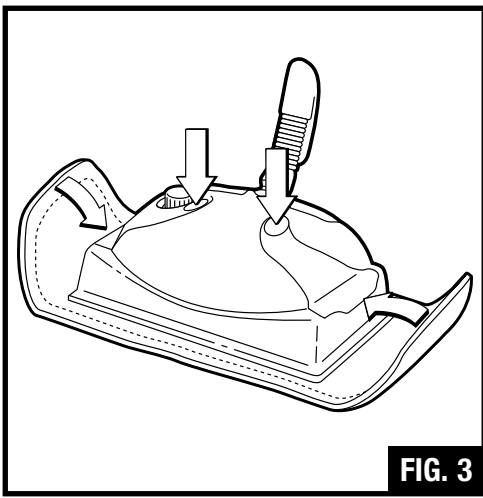
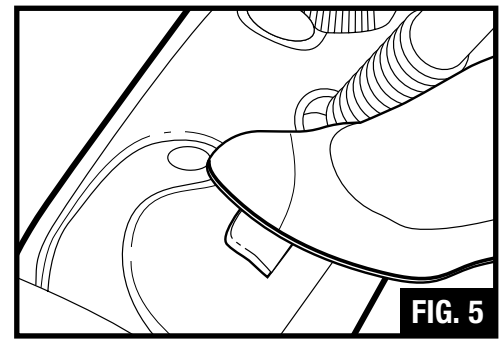

FIG. 3
FIG. 5
- Rest the base of the floor steamer on its floorcloth as supplied, making sure that the edges are secured over the base (Fig. 3). Then tuck both ends of the floor cloth under the cloth clips. Do not use without a floorcloth in place.
- Unscrew the safety cap (D), insert funnel (J) and pour 2 measures of water using the measuring cup (I) (total 12 oz.) into the tank, then screw the safety cap back on.
- Place the floor steamer on its preheating/cool down tray then press on/off switch and wait for about 3-4 minutes (Fig. 5). The green light comes on when the on/off switch is activated. Do not leave the device unattended during the waiting period.
- Laisser reposer la base du nettoyeur à vapeur pour sols sur le chiffon fourni en s'assurant que les bords sont assujettis sur la base (Fig 3). Puis coincer les deux bouts du chiffon sous les pinces. Ne pas utiliser sans chiffon en place.
- Dévisser le bouchon de sécurité (D), introduire l'entonnoir (J) et verser 2 mesures d'eau à l'aide du doseur (I) (total 355 cl, ou 12 oz.) dans le réservoir et revisser le bouchon de sécurité.
- Placer le nettoyeur à vapeur sur son plateau de préchauffage/refroidissement, appuyer sur le bouton de mise en marche et attendre 3 à 4 minutes (Fig. 5). Le voyant vert s'allume quand le bouton de marche-arrêt est actionné. Ne pas laisser le dispositif sans surveillance pendant la période d'attente.
8. When the floor steamer no longer emits steam the amber water refill light (F) will come on. This means that there is no more water (this will happen after approximately 15 minutes of use). Place appliance on preheating/cool down tray, turn off (Fig. 5) and unplug from the electrical outlet. Take off the safety cap, and refill. During refilling, be careful not to touch the hot parts of the device.
**⚠ CAUTION: Whenever changing the floorcloth, turn off the appliance (Fig. 5) and unplug. Be careful not to touch the hot parts of the device.**
8. Quand le nettoyeur cesse d'émettre de la vapeur la témoin orange de remplissage (F) s'allume (cela se produit au bout de 15 minutes d'utilisation environ). Placer l'appareil sur le plateau de préchauffage/refroidissement, l'arrêter (Fig. 5) et débrancher. Retirer le bouchon de sécurité et remplir. Pendant le remplissage, veiller à ne pas toucher aux parties chaudes du dispositif.
**⚠ ATTENTION : Quand vous changer le chiffon, arrêter l'appareil (Fig. 5) et débrancher. Veiller à ne pas toucher les parties chaudes du dispositif.**